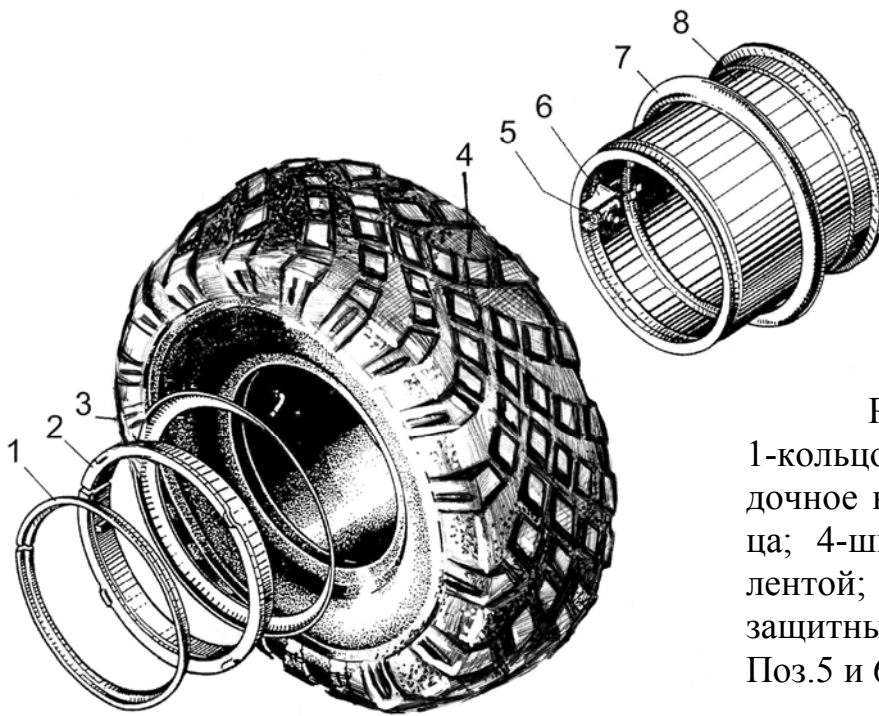

Рисунок 33 – Колесо:
Колеса (рисунок 33) устанавливаются на конические поверхности бездисковых ступиц и крепятся к ним шестью прижимами.
- положить обод колеса 8 (рисунок 33) на пол пазом под вентиль вверх и надеть бортовое кольцо 7;